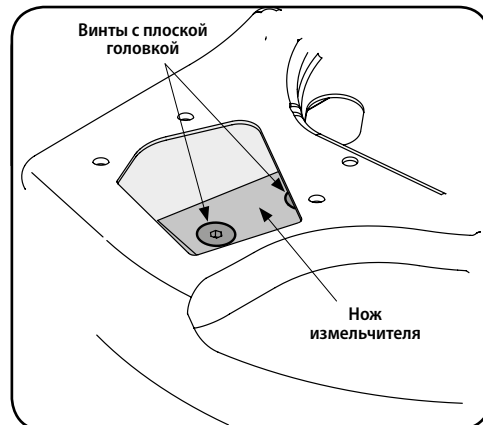

Рисунок 7-11
14. Используя ключ-шестигранник на 3/16 дюйма, выкрутите винты с плоской головкой, которыми нож измельчителя крепится к крыльчатке. Эти винты доступны через отверстие, созданное при более раннем отсоединении канала измельчителя. См. рисунок 7-11.